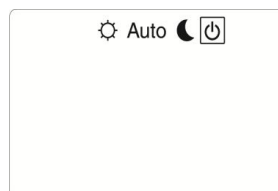

Fig. 16
- 1) appuyer sur la touche (▶) jusqu'à ce que soit entouré le symbole  du fonctionnement en stand-by comme sur la Fig. 16;